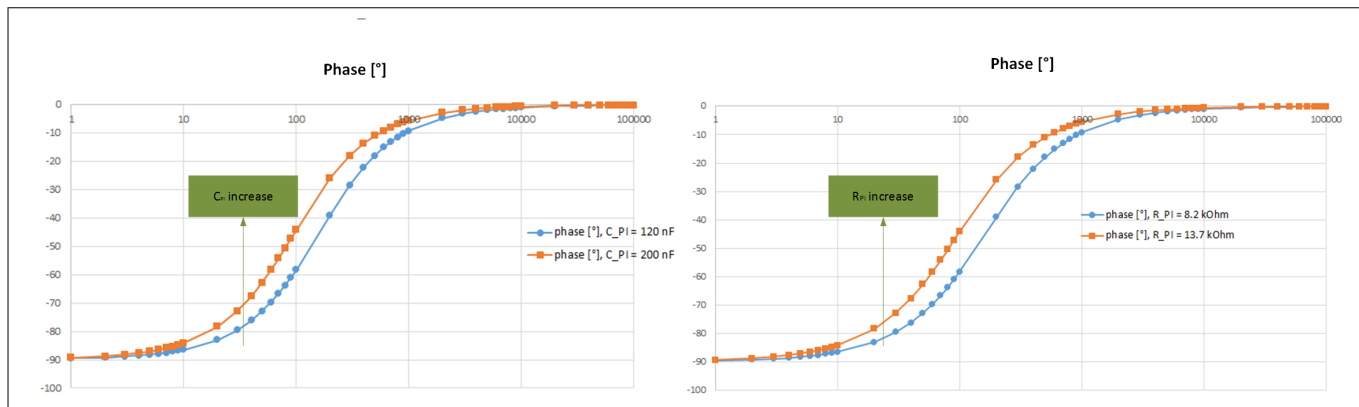
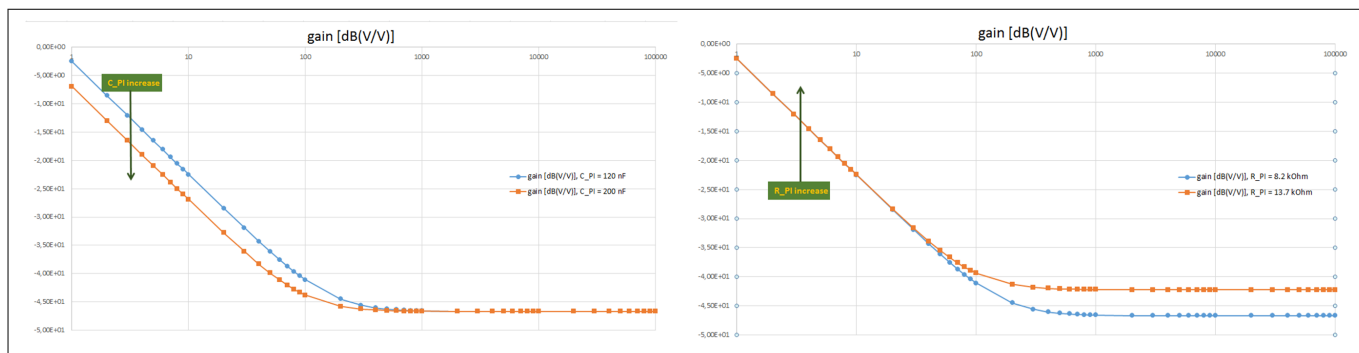

图 12 相位对 R_{PI} 、 C_{PI} 的依赖性
图 13 增益对 R_{PI} 、 C_{PI} 的依赖性
图12 显示了相位对于 C_{PI} 和 R_{PI} （根据公式 (1) Equation Number）修改的依赖性。图13 显示了增益对于 C_{PI} 和 R_{PI} （根据公式 (2) Equation Number）修改的依赖性。在所有情况下，选择的参数都会增加 67%。